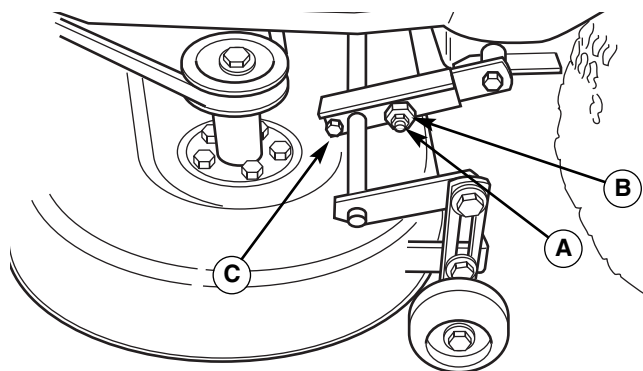

Figure 35. Réglage d'un côté à l'autre
6. Voir figure 35. Desserrer l'écrou externe (A) et la vis Taptite (C), puis faire tourner l'écrou excentrique pour (B) relever ou abaisser le côté gauche du plateau de coupe. Lorsque le plateau de coupe de la tondeuse est nivelé, tenir l'écrou excentrique tout en serrant l'écrou externe. Serrer la vis Taptite (C).